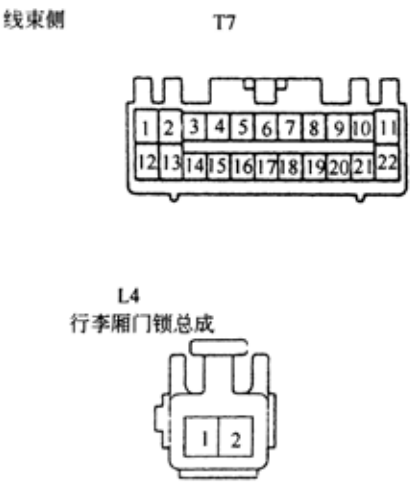

图 9-269
(3)检查线束(TVSSECU 行李箱门锁总成)，如图 9-269 所示。